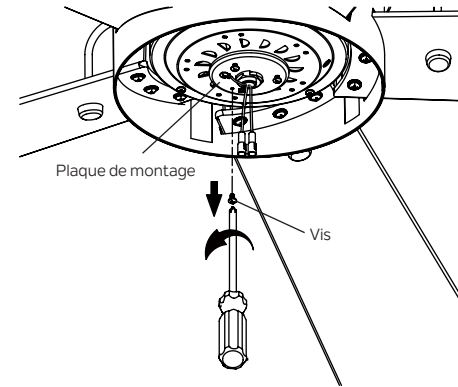

Fig. 19
Étape 1. Retirez la vis marquée d'une étiquette à points sur la plaque de montage et conservez-la pour une utilisation ultérieure. Desserrez les deux autres vis (ne les retirez pas). (Fig.19)